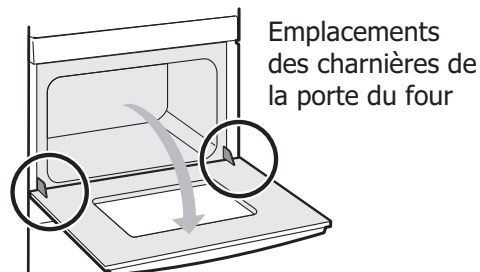

Figure 34: Emplacement des charnières de la porte
3. Ouvrez complètement la porte du four, parallèlement au sol (Figure 34).